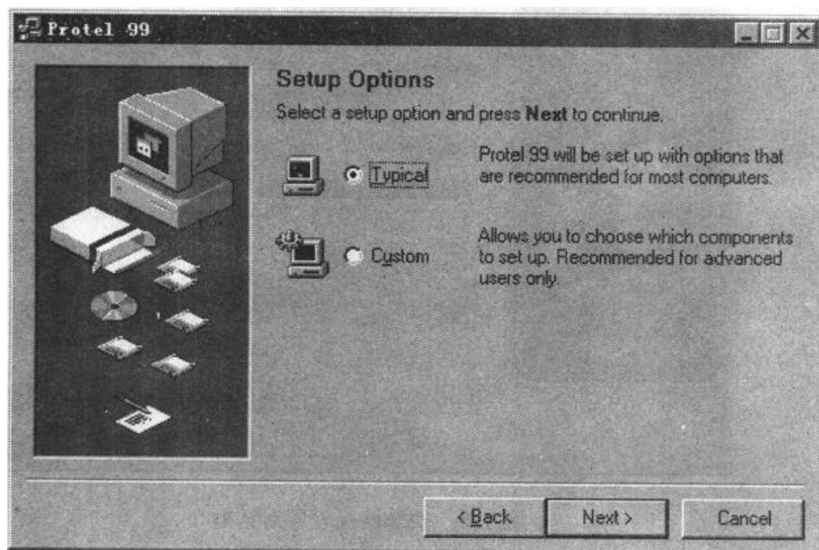

图 1.3 安装模式选择对话框
(3) 在【AccessCode】文本框中输入产品序列号，按回车键，或单击  按钮，系统弹出安装模式选择对话框，如图 1.3 所示。这里提供了两种模式，【Typical】和【Custom】，【Typical】为典型安装模式，只安装大多数用户通常安装的项目，【Custom】模式可以由用户自己选择要安装的部件，值得注意的是【Typical】模式不安装 SIM99 仿真器，如果需要使用仿真器的话，可以选择【Custom】模式。